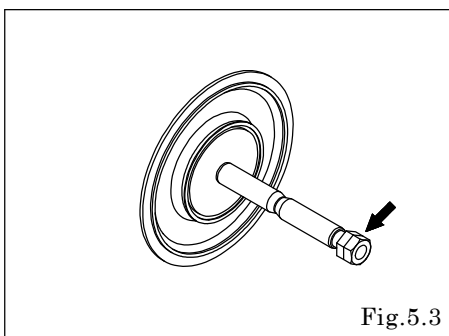

Fig. 5.3
- 拆下带有双螺母的另一端的中盘，从中央连杆上取下中盘和隔膜。（Fig.5.3）